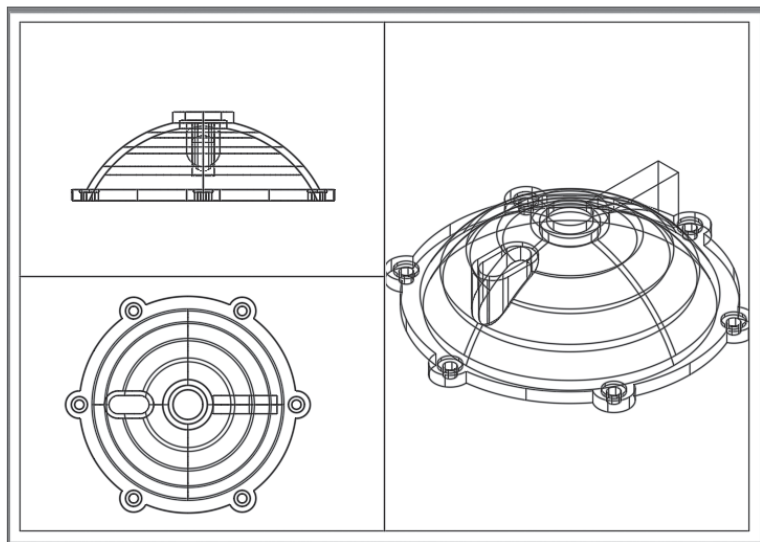

图 1-53
**步骤 05** 视口调整完成后，双击视口外任意处可锁定视口，如图1-53所示。